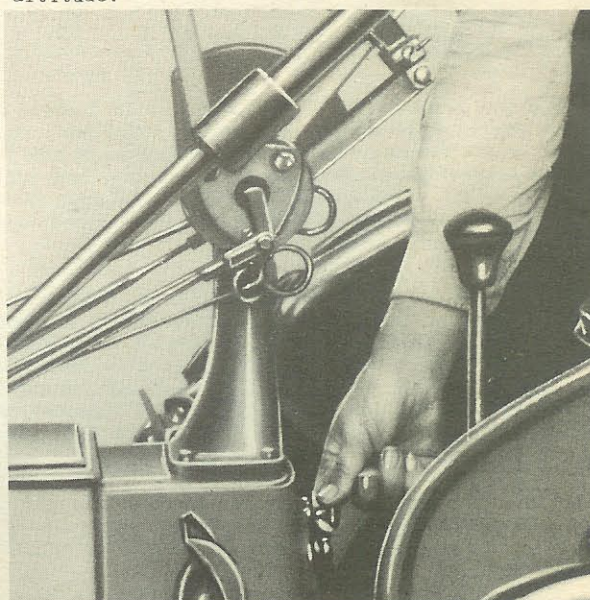

Figure 9A - Manoeuvre du bouton de contact d'allumage.
4. Tirez le bouton de contact d'allumage, *figure 9A.*